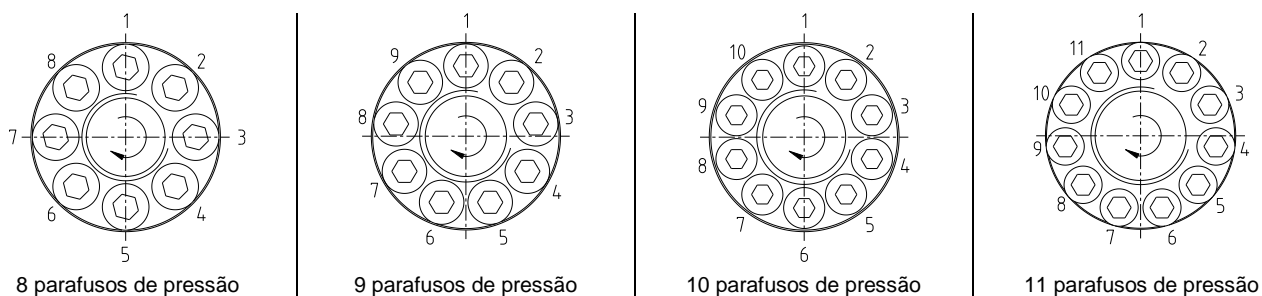

Figura 32: aperto dos parafusos de pressão (um após o outro)
- Agora aperte todos os parafusos de pressão, um após o outro e com várias rotações até que todos os parafusos tenham alcançado o torque total (figura 32).